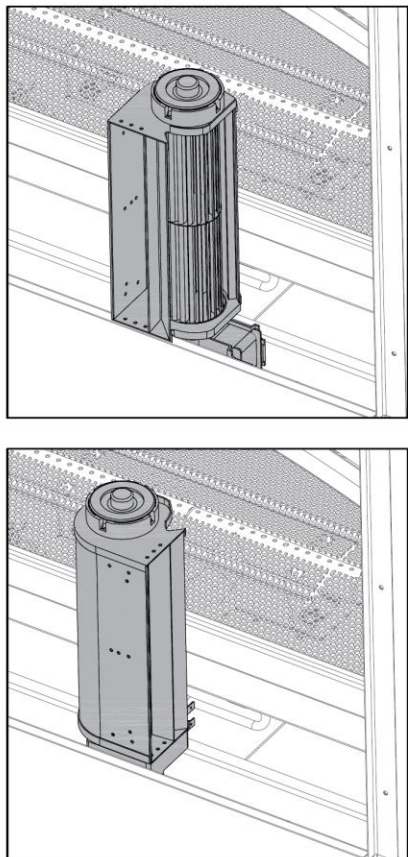

Figure 9.2, Étapes 3 et 4
3. Repérez le ventilateur de droite et insérez-le dans la chambre de combustion, en dirigeant son côté moteur vers le bas et vers la droite, tel que montré (FIGURE 9.2).
4. Lorsque le côté moteur dégage bien la face du foyer, pivotez le ventilateur vers la gauche (FIGURE 9.2).